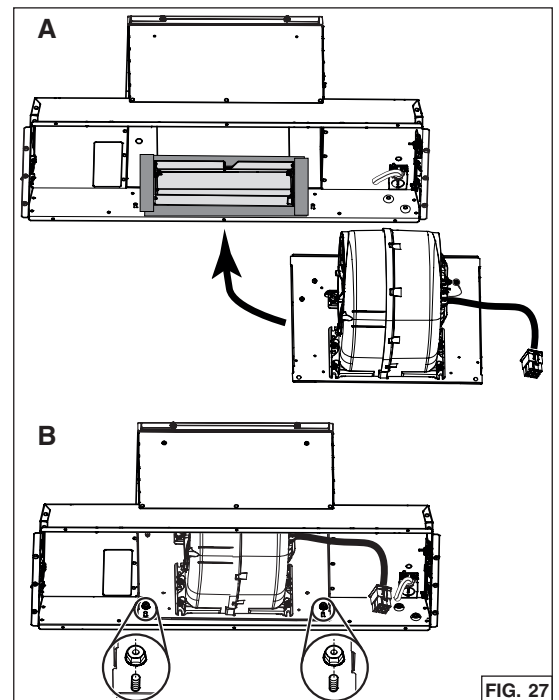

FIG. 27
- Inserte el ventilador y su placa al interior de la campana, donde estaba la placa trasera (A). Fije la placa a la campana usando las 2 tuercas retiradas previamente al paso 7 en la página 12 (B) (FIG. 27).